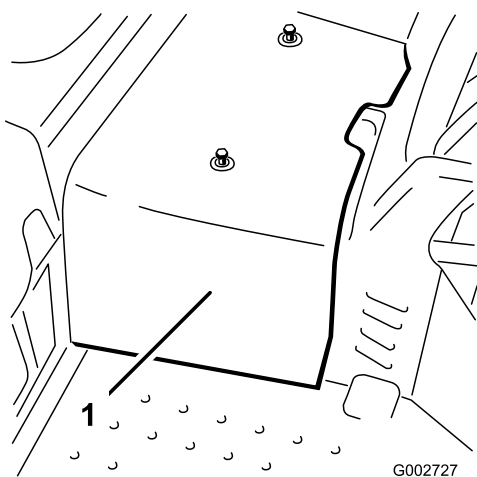

Figura 34
2. Desaperte os dois parafusos que fixam o resguardo central à máquina e retire o resguardo (Figura 34).